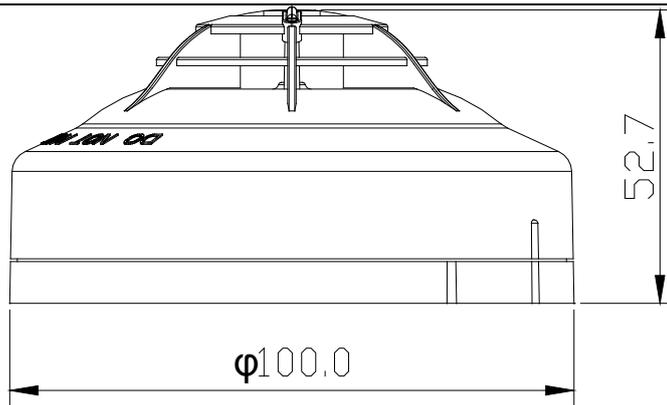
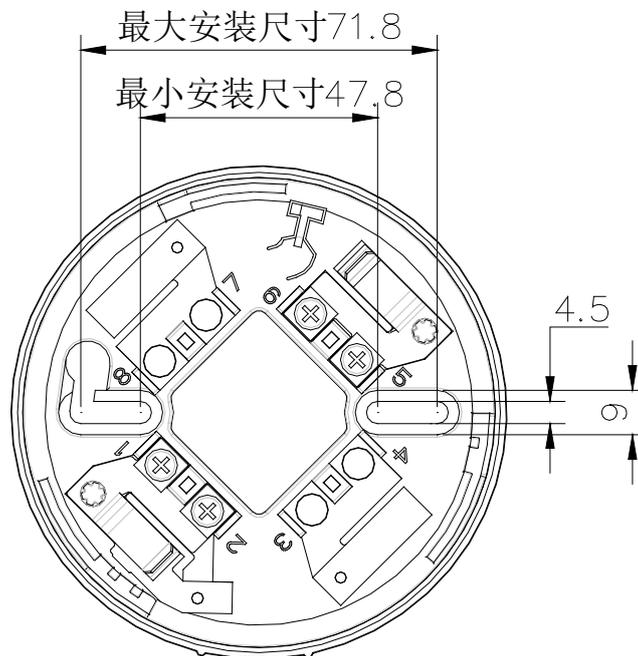

图 1: JTW-ZDM-TX3110A 外形尺寸
图 2: JTW-ZDM-TX3110A 安装尺寸
- 4.1 感温探测器的外形尺寸及安装尺寸示意图如图 1、图 2 所示